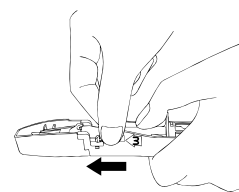
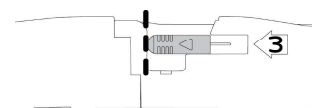

図3 スライダーの移動(ゆっくり)
図4 スライダー位置の確認
④ 挿入器のボディを親指で固定し、スライダーをゆっくり(約 3 秒をかけて)、上下方向に力が加わらないように注意しながら、矢印の方向(刻印 3)に止まるまで移動させ、レンズを押し進める(図 3)。スライダーが完全に(図 4 点線の位置まで)突き当たっている事を確認する。移動したスライダーは戻さないこと。押し進めた後の状態から 3 分以上放置しないこと。